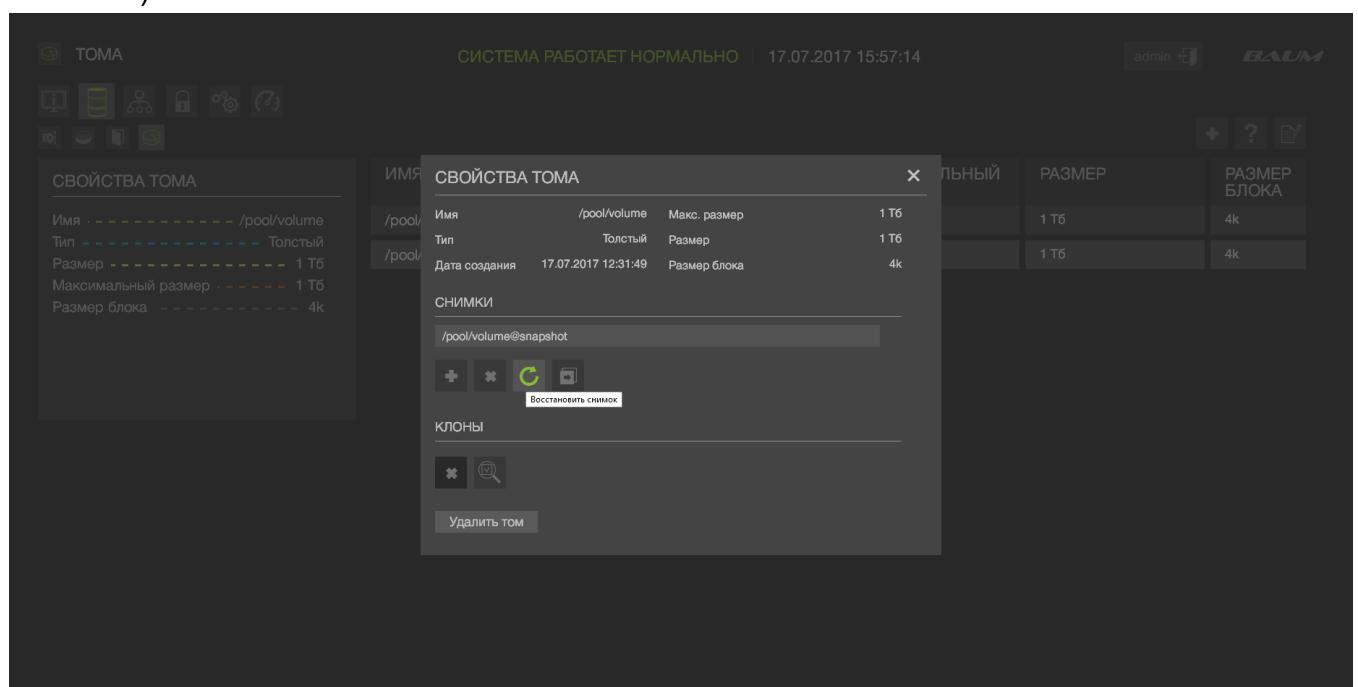

Рисунок 36 - Свойства Тома со снимком
- 2) В правой части области нажать на кнопку «Восстановить снимок» (см. Рисунок 36).